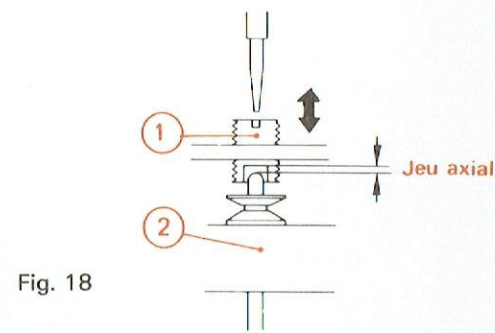

Fig. 18
I. RÉGLAGE DU JEU AXIAL DES VOLANTS (Fig. 18)
- 1° - Supprimer le jeu axial du volant (2) à l'aide de la vis (1) puis effectuer une rotation inverse comprise entre un quart et un demi tour.